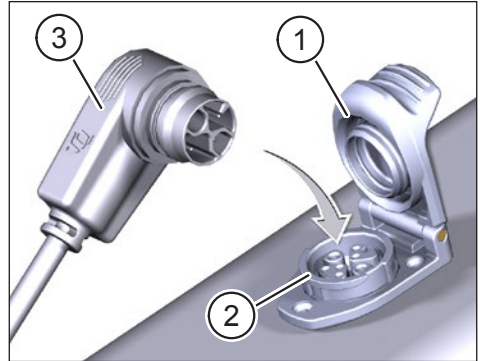

Abb. 2: Integrierte Battery laden
- ▶ Klappen Sie die Abdeckung (Pos. 1 in Abb. 2) am Ladeport (Pos. 2 in Abb. 2) im Fahrradrahmen auf.
- ▶ Richten Sie den Ladestecker (Pos. 3 in Abb. 2) des Chargers so aus, dass die Steckerkodierungen von Ladestecker und Ladeport übereinstimmen (siehe Abb. 2).